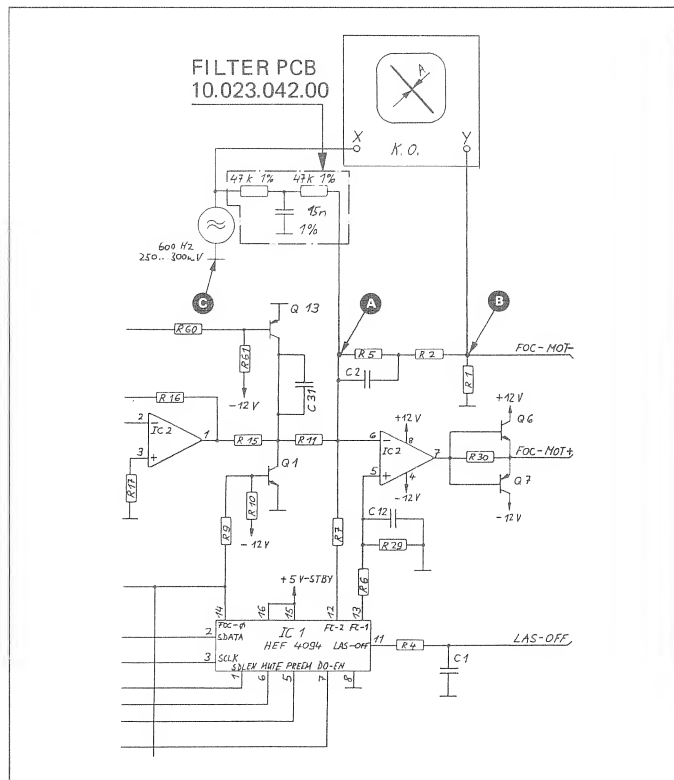

Fig. 4.17
- Raccorder le générateur BF simultanément à l'entrée X de l'oscilloscope à deux canaux et à R7 du Servo 1 PCB 1.769.310 à travers le circuit de filtrage (voir fig. 4.17 et 4.18, point A).
- Raccorder l'entrée Y de l'oscilloscope à deux canaux à R1/R2 sur Servo 1 PCB 1.769.310 (voir fig. 4.17 et 4.18, point B) et commuter l'oscilloscope en mode XY.
- Raccorder le voltmètre DC (plage 150mV) à R1 (circuit imprimé Servo 1 1.769.310) (voir fig. 4.17/4.18, point "B").